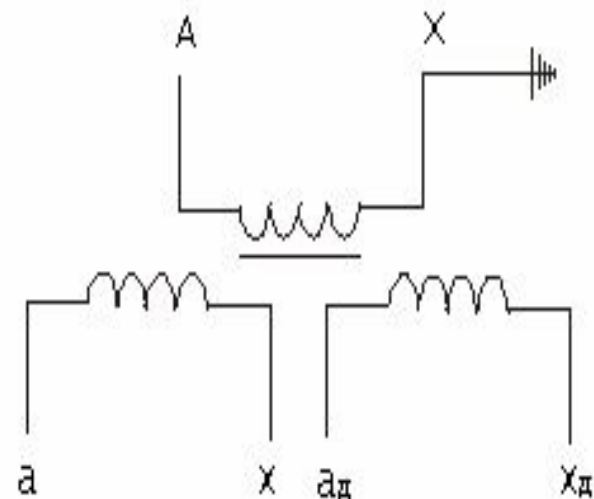

Рис.1.б
- У трансформаторов второго типа (рис. 1б) один конец обмотки ВН заземлен, единственный ввод ВН расположен на крышке, а выводы НН – на боковой стенке бака. Обмотка ВН рассчитана на фазное напряжение, основная обмотка НН - на 100 В, дополнительная обмотка - на $100/\sqrt{3}$ В. Такие ТН называются заземляемыми и предназначены для измерения напряжения проводов по отношению к земле, линейных напряжений, а также напряжений нулевой последовательности в сетях, работающих с незаземленной или компенсированной нейтралью.